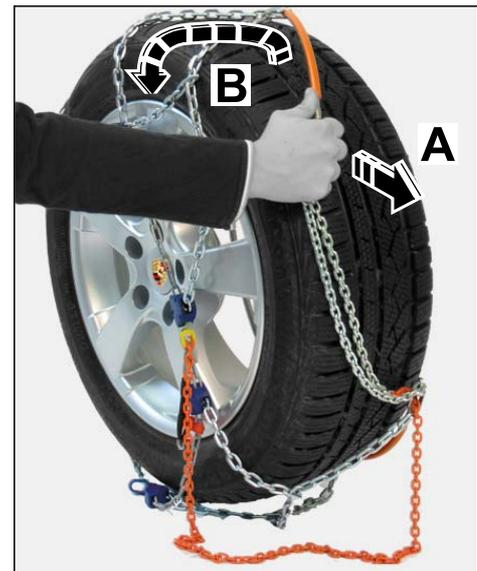

Fig. 19
3.4.1 Si l'extrémité de l'étrier à ressort en acier est visible : écarter l'extrémité de l'étrier à ressort en acier autant que possible (⇒ Fig. 19-A-) et retirer la chaîne à neige de la roue par le haut (⇒ Fig. 19-B-).